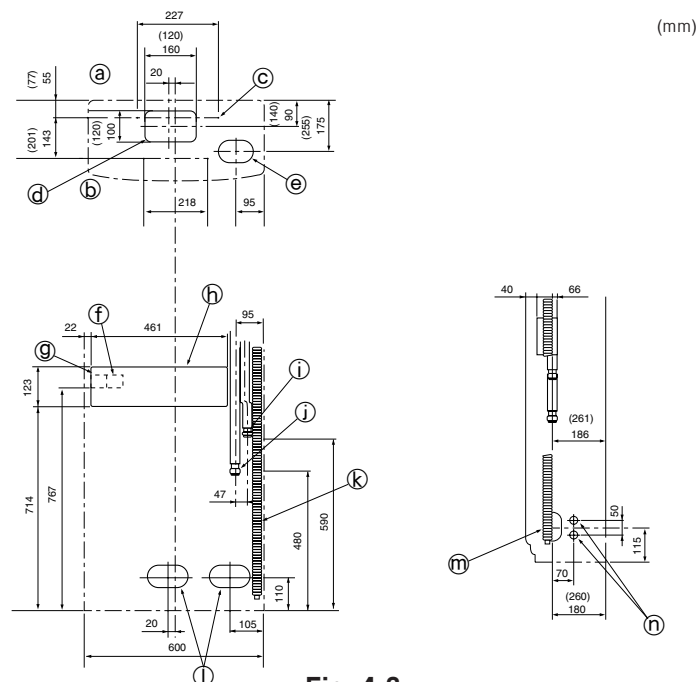

Fig. 4-3
4.3. Θέση σωλήνων αποστράγγισης και ψύξης (Fig. 4-3)